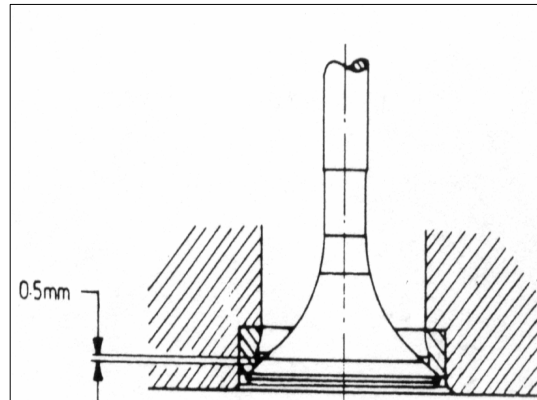

РИС. 80
- 7) Расстояние между узким диаметром лицевой поверхности клапана и контактной линией должно быть минимум 0,5 мм (рис.80).